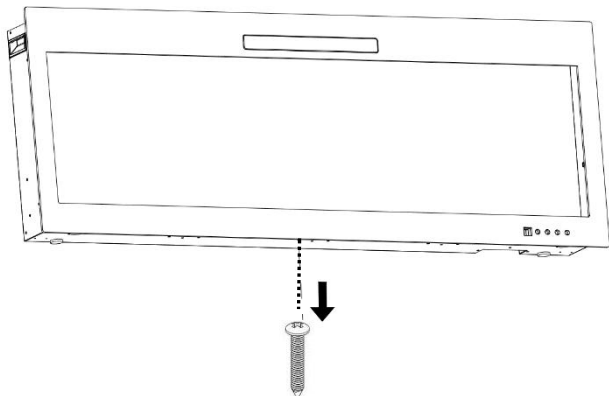

Fig 4-1
A. Îndepărtați șurubul argintiu din partea de jos a aparatului. **(Fig. 4-1).** Puneți șurubul deoparte.